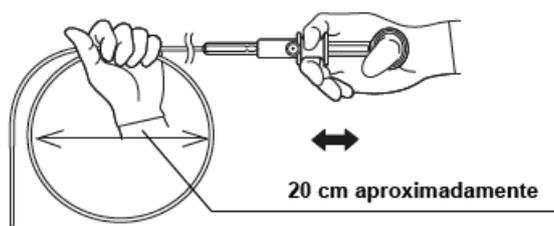

Figura 1
1. Sujete el instrumento tal y como se muestra en la figura 1 y forme un bucle de unos 20 cm de diámetro en la porción de inserción.